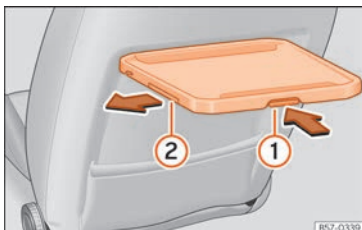

Fig. 165 Sedile anteriore sinistro: tavolinetto ripiegabile con portabevande.
- Premere la leva di sbloccaggio situata nella parte inferiore del tavolinetto » **fig. 165** ① e mantenerla premuta.